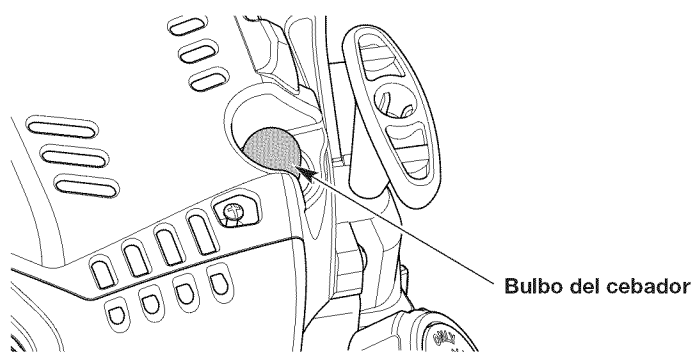

Fig. 10
3. Presione y luego suelte el bulbo del cebador lentamente **10 veces** (Fig. 10). Si no puede ver combustible en el bulbo del cebador, oprima y suelte el bulbo del cebador hasta que se vea combustible.